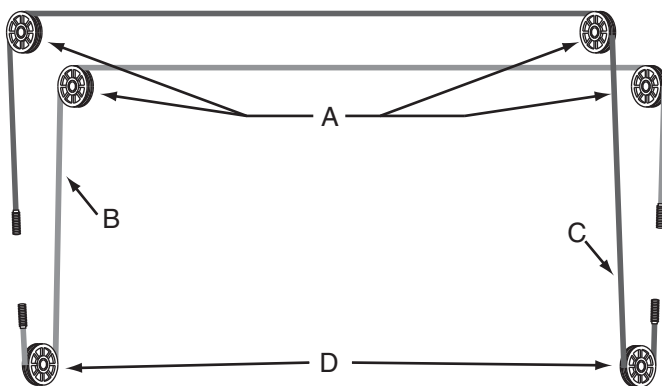

Abb. 18 Detail
- B) Abb.18 zeigt die Seilzug-Anordnung. Zuerst ein Seilzugende durch das kleine Loch in der unteren Befestigungsplatte (Abb.19) führen.